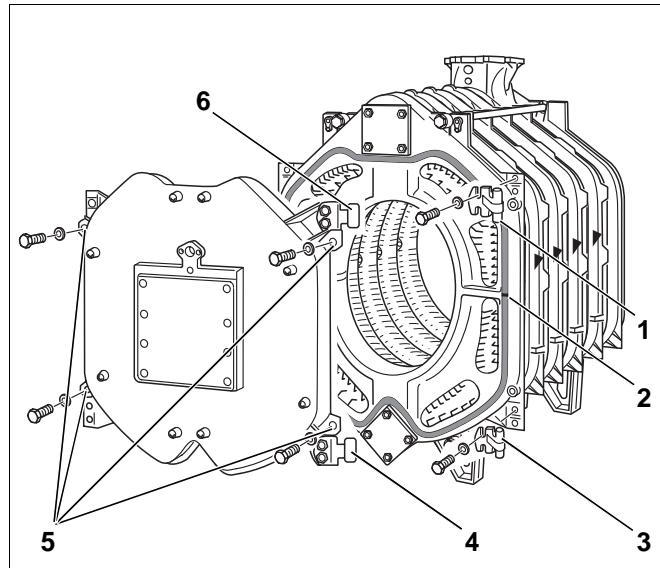

Рис. 28
На заводе обе шарнирные петли (рис. 28, **поз. 4 и 6**) устанавливаются справа на дверце горелки. Для открывания дверцы налево необходимо установить петли соответственно с левой стороны дверцы горелки.
- Закрепить шарнирные крюки (рис. 28, **поз. 1 и 3**) на передней секции, используя для этого по два болта M 12 x 50. На рис. 28 изображена навеска дверцы справа. Для навески дверцы слева привинтить крюки соответствующим образом с левой стороны.
- Уплотнительный шнур 18 мм приклеить к передней секции. При этом местостыка уплотнительного шнура должно быть сбоку (рис. 28, **поз. 2**).
- Дверцу горелки закрыть и прикрутить четырьмя болтами (M16 x 140) в указанном месте (рис. 28, **поз. 5**). Затяжку болтов следует производить равномерно крест-накрест.